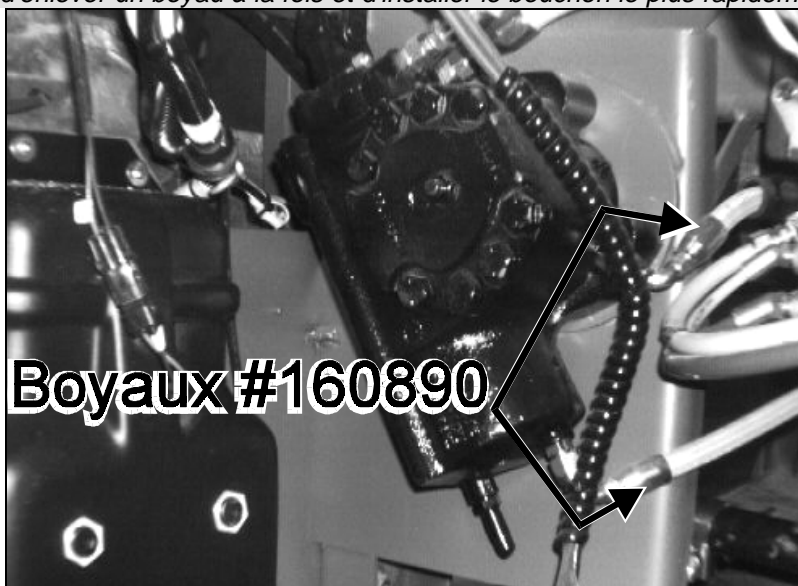

FIGURE 1: COMPARTIMENT DE SERVICE AVANT
1. Dans le compartiment de service avant, enlever les boyaux (Prévost #160890) directement le boîtier de direction (Fig. 1) et installer rapidement les bouchons (Prévost #661021).